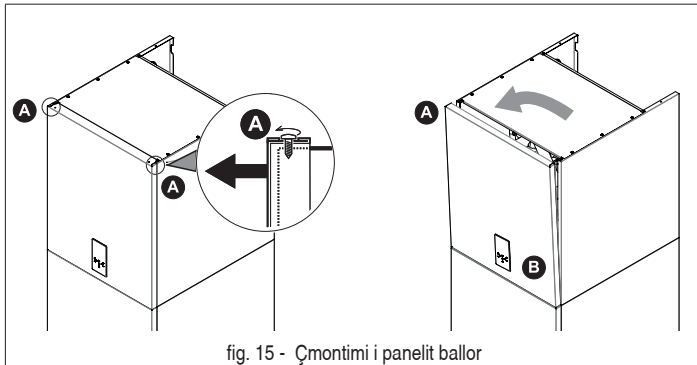

fig. 15 - Çmontimi i panelit ballor
- Zhvidhosni pjesërisht vidat A (shih "fig. 15 - Çmontimi i panelit ballor").
- Nxirni panelin B dhe hiqeni atë nga fiksime të sipërme (shih "fig. 15 - Çmontimi i panelit ballor").